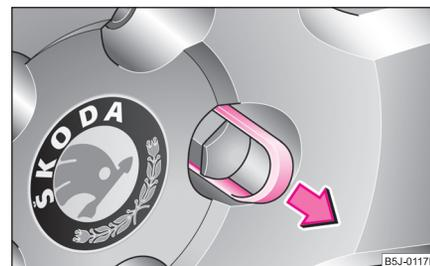

Abb. 171 Radwechsel: Abdeckkappe von der Radschraube abziehen
- Ziehen Sie die Kappe mit der **Kunststoffklammer** ab ⇒ Abb. 171.